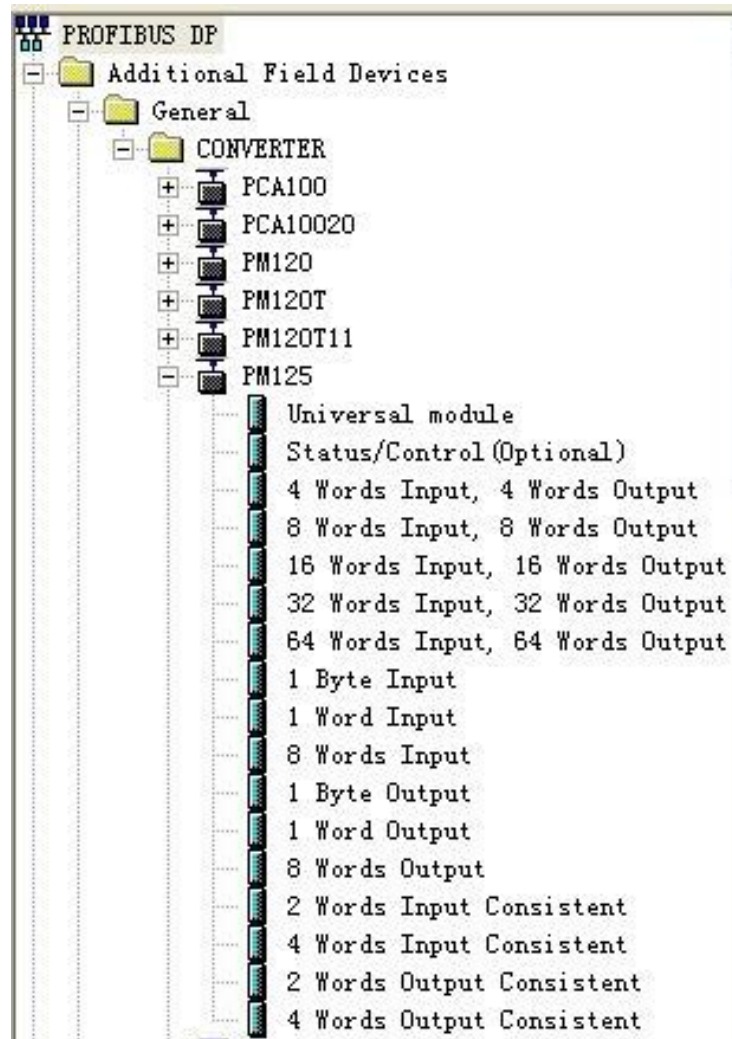

图 6
- 您可以在这里找到您注册的设备，右侧窗口/PROFIBUS DP/Additional Field Devices/Converter/PM125/, 如图 6 所示